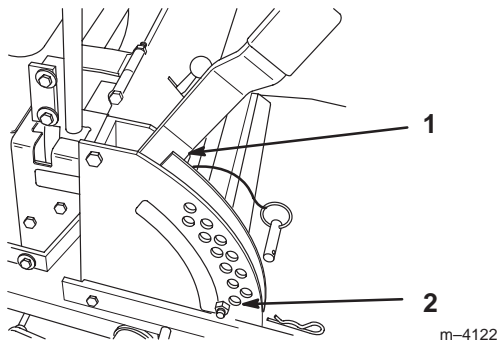
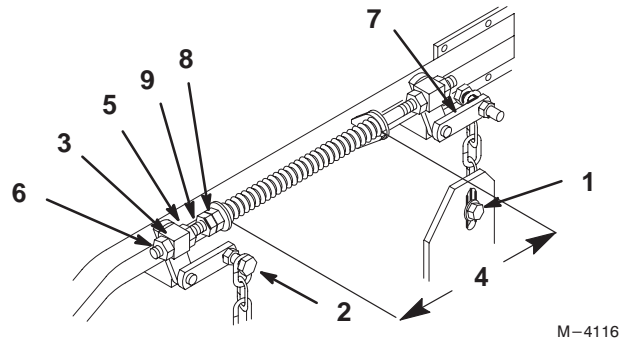

Abbildung 46
Abbildung 47
2. Den Druck in allen vier (4) Reifen kontrollieren und bei Bedarf auf 90 kPa (13 psi) bringen.
4. Das Mähdeck auf Transportposition anheben (Abb. 46). Den Druck von den beiden großen Deckhubfedern nehmen, indem die Gegenmutter und die Mutter vor jeder Feder so weit wie möglich gelöst werden (Abb. 47).
5. Zwei 35 mm (1-1/4") dicke Blöcke unter die linke und rechte hintere Unterkante des Rasenmähers legen. Einen 44 mm (1-3/8") dicken Block unter die Mitte der vorderen Unterkante des Rasenmähers legen – nicht unter die Haltebügel der Rasenschutzrollen. Den Rasenmäher auf die 38 mm (1-1/2") Schnitthöhenposition herunterlassen (Abb. 46).
6. Die untere Kettenschraube im Schlitz an der Hinterseite des Mähdecks lösen. Den Vorgang an der anderen Seite wiederholen (Abb. 47).
7. Die vordere und hintere Sicherungsmutter an beiden Seiten des vorderen Drehgelenks soweit lösen, bis die vorderen Ketten lose sind und das Mähdeck auf den Blöcken aufliegt. Den Vorgang an der anderen Seite wiederholen (Abb. 47).
8. Wenn die Befestigungsteile gelöst sind, wird der Mähdeck-Hebegriff durch die verbleibende Spannung in den großen Haltefedern nach oben von der 38 mm (1-1/2\") Position weggedreht. Den hinteren Mähdeck-Haltearm nach unten drücken, um den Mähdeck-Hebegriff wieder zur 38 mm (1-1/2\") Position zurückzubringen (Abb. 47).
9. Während weiter Druck auf den hinteren Mähdeck-Haltearm ausgeübt wird, den Durchhang aus der hinteren Kette beseitigen und die Befestigungsteile an der Unterseite festziehen (Abb. 47). Der Druck kann jetzt gelöst werden. Den Vorgang an der anderen Seite wiederholen.
14. Den Mähdeck-Hubhebel auf Transportposition anheben (Abb. 46).
- Die Druckfedern einstellen, indem die vorderen Federmuttern so gedreht werden, daß der Abstand zwischen den beiden großen Unterlegscheiben 260 mm (10-1/4") beträgt. Dann die Gegenmutter anziehen (Abb. 47).